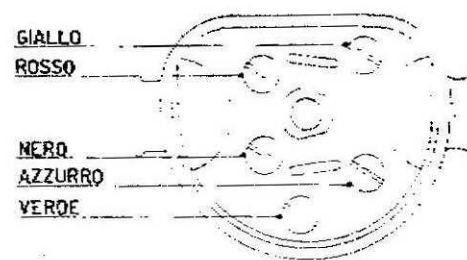

Fig. 3 A - Collegamenti alla presa B. T.
- b) Per la **Vespa Rally 200** i collegamenti dei circuiti dal volano sono effettuati sulla centralina e sulla presa B. T.: è quindi necessario che nel ricollegare i cavetti eventualmente disinseriti per controlli, si curi di effettuare correttamente i riallacciamenti (ved. fig. 3 A e 4 A).